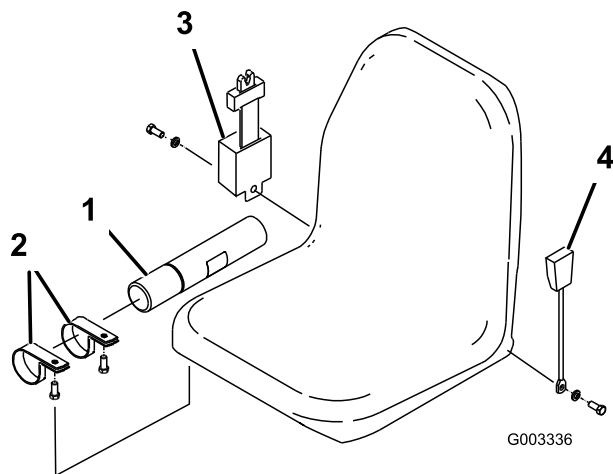

Figura 3
1. Montate il tubo manuale sulla sospensione del sedile, utilizzando i due serratubi a R a corredo con le parti sciolte (Figura 3).
2. Montate la cintura di sicurezza ai lati del sedile, usando un bullone e una rondella di sicurezza, a corredo con le parti sciolte (Figura 3). Montate il riavvolgitore della cintura di sicurezza a destra del sedile, e la fibbia della cintura di sicurezza sul lato sinistro.